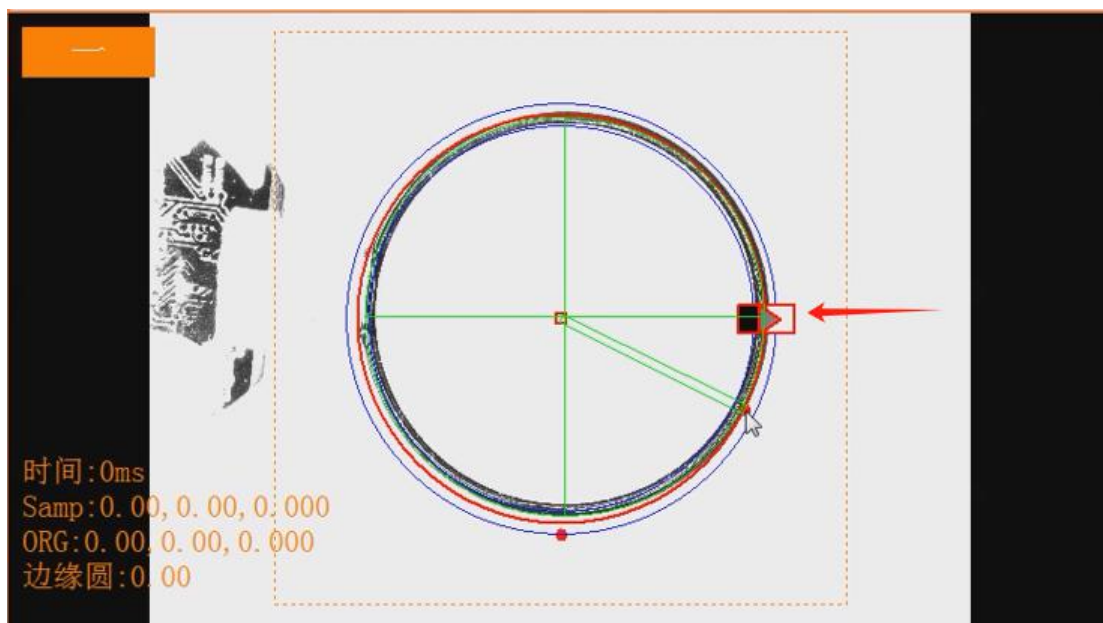

图 2-12
- a. 圆形：选择“圆形”工具（弹出如下图 2-12 所示）->调整好色色框的位置以及大小刚好套住靶标 Mark, 再调整绿色框的大小设置搜索范围大小->红色箭头所指位置：有个红色框，灰色箭头从右往左表示：从右往左的搜索方向，如下图从右往左是白色到黑色的过度边，因此灰色箭头的右方为白色，左方为黑色，即抓取靶标 Mark 的最外边；反之，鼠标左键双击红色框，改变后灰色箭头的右方为黑色，下方为白色。鼠标右键双击红色框，可以改变灰色箭头的朝向）->再点击鼠标右键，